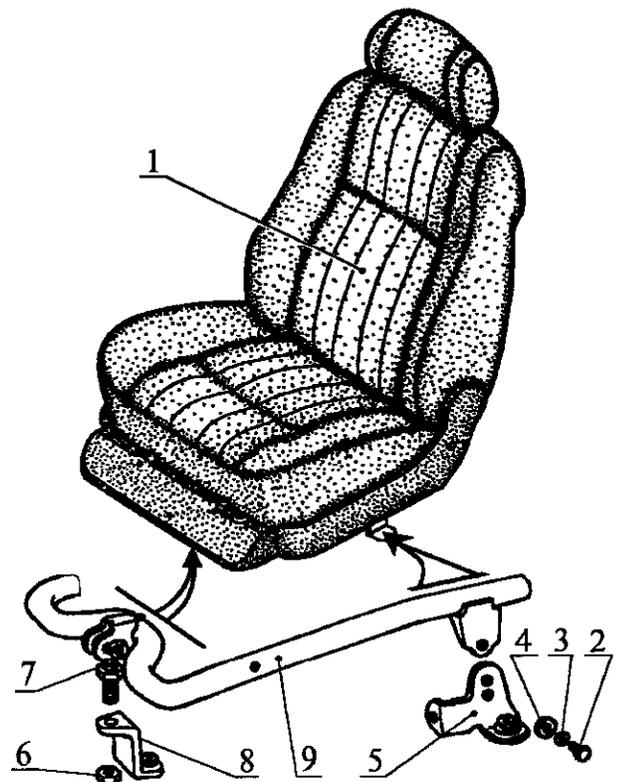

Рис. 13. Снятие передних сидений:
4.15. Снять сиденье 1 (рис. 13) водителя